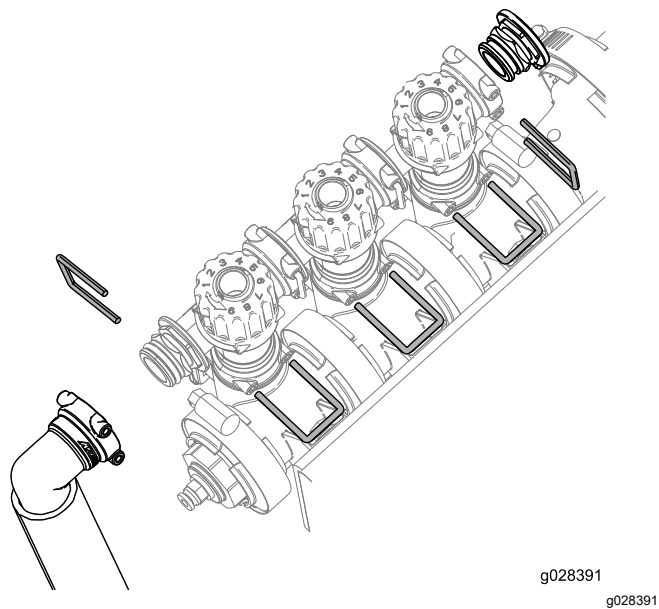

Figura 14
- 3. Remova os retentores que fixam o conjunto do grupo de válvulas de distribuição da rampa, tampa da extremidade e o conjunto de união e tubo como se mostra na Figura 14.